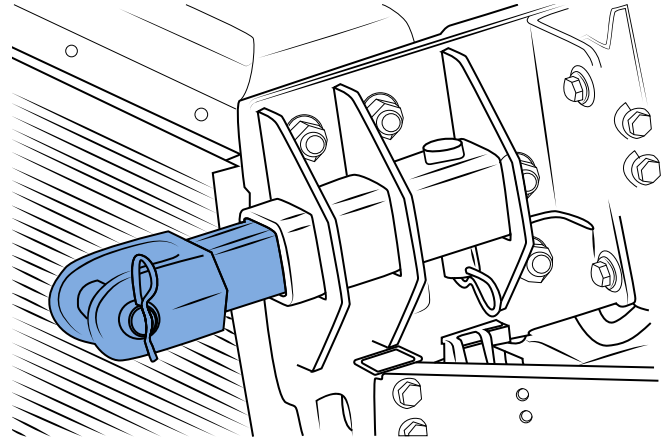

Figure 30 - Crochets sécurisés avec goupilles d'immobilisation et goupilles fendues
5. Sécurisez les crochets de remorquage avec les goupilles fendues et les goupilles d'immobilisation tel qu'illustré à la **Figure 30**.